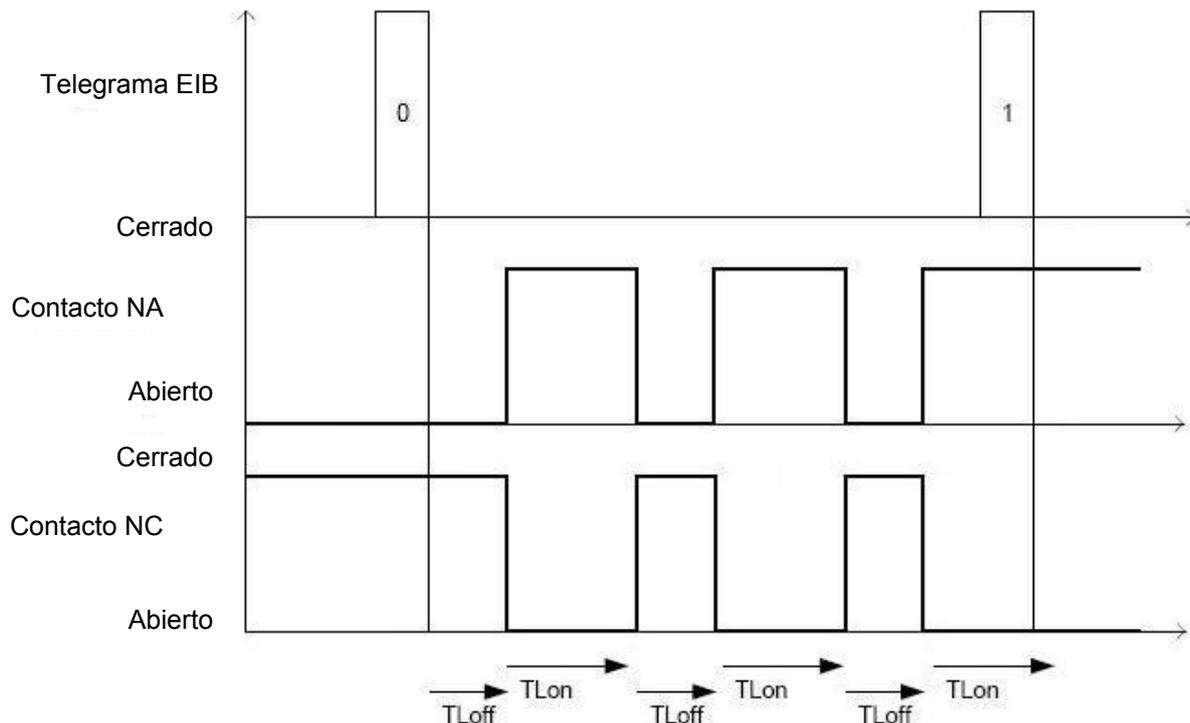

Fig. 3.5
- si el modo de funcionamiento es **intermitente**, al recibir dicho valor el dispositivo activa la función "intermitente" alternando las fases de conmutación del contacto en intercambio según los tiempos programados; al recibir el valor lógico "1" el dispositivo, si la función está activada, desactiva la función "intermitente". Véase la fig. 3.5.